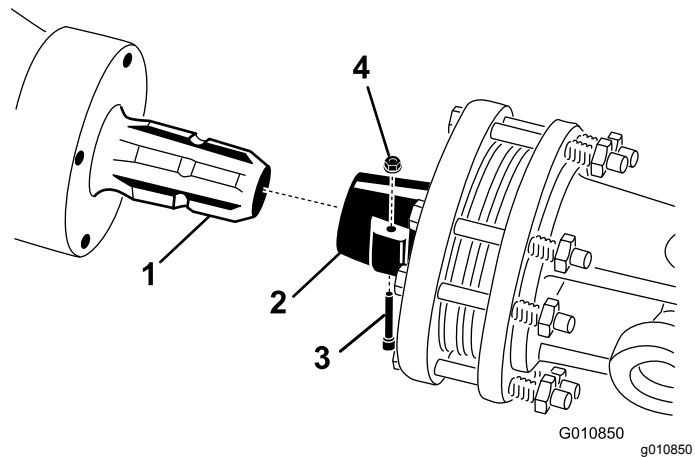

Figura 23
1. Retire el pasador y la tuerca del árbol de la TDF (Figura 23).
2. Conecte el extremo del embrague del árbol de la TDF al eje primario de la caja de engranajes del aireador con el pasador y la tuerca que retiró anteriormente (Figura 23). El pasador solo puede introducirse en un sentido.